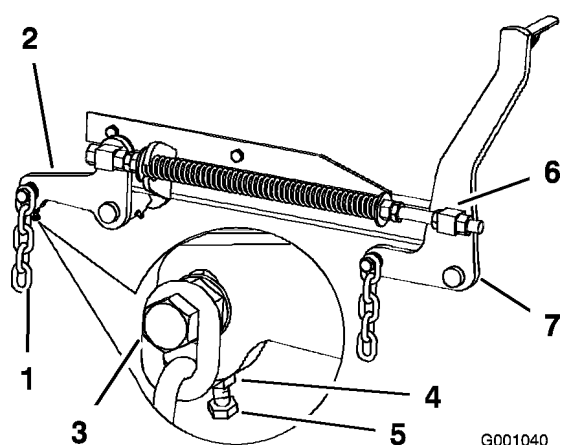
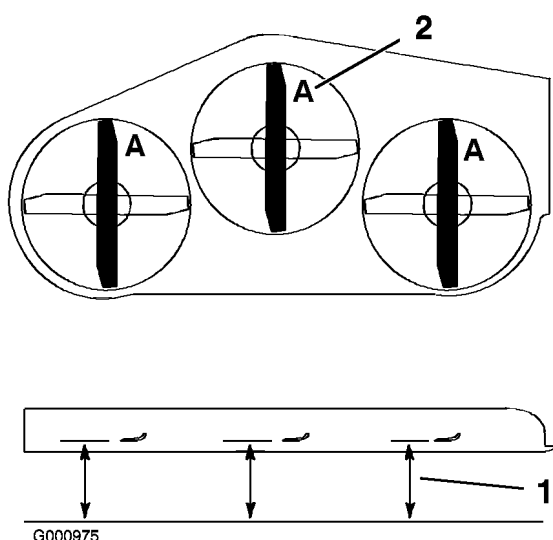

Figura 73
Figura 77
7. Se le misure al punto **B** o **C** non sono esatte, allentate il bullone che monta la catena posteriore al braccio di supporto posteriore (Figura 73).
regolazione fino ad ottenere una misura tra 79 e 82 mm (Figura 73).
7. Allentate di 13 mm circa i controdadi delle parti girevoli anteriori destra e sinistra (Figura 73).
8. Regolate i dadi di sollevamento sui lati destro e sinistro della macchina finché la parte anteriore della macchina non risulta più bassa di 6-10 mm al punto A rispetto alla parte posteriore al punto B (Figura 73).
3. Girate le lame fino a disporle in parallelo con la lunghezza della macchina (Figura 73). Misurate da un piano orizzontale fino al tagliente delle lame, posizione **A**, (Figura 77). Prendete nota di questa misura.